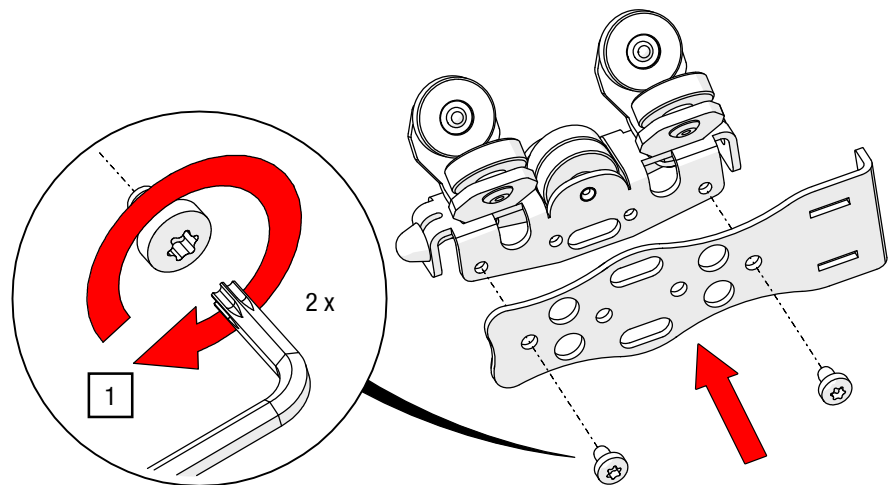

Abb. 41: Umbau Zugwagen mit Überzugbügel – Seitenblech montieren
1. Positionieren Sie das Seitenblech auf den Zugwagen und verschrauben Sie es mit einem TORX®-Schlüssel T20, bis es am Zugwagen anliegt (siehe Abb. 41).